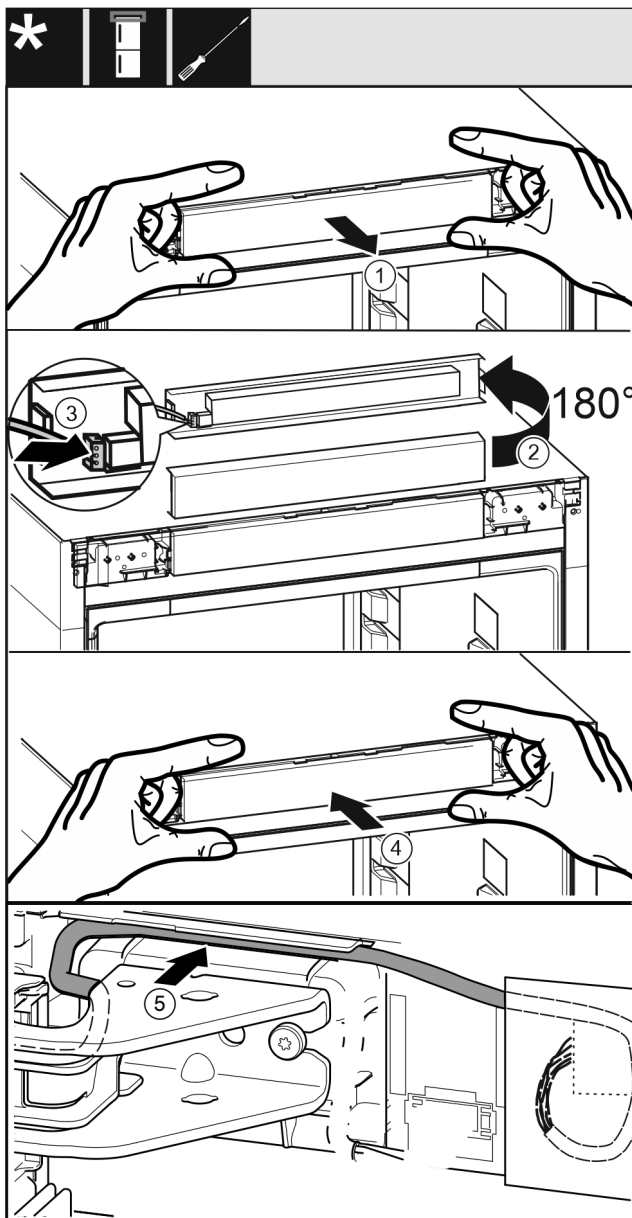

Fig. 43
- ▶ Bedienblende vorsichtig herausnehmen. Fig. 43 (1)
- ▶ Blende um 180° nach oben drehen. Fig. 43 (2)
- ▶ Stecker an der Bedienteilblende einrasten. Fig. 43 (3)
- ▶ Bedienblende wieder am Gerät einrasten. Fig. 43 (4)
- ▶ Graues Kabel vorsichtig in der Führung über dem oberen Lagerbock verlegen. Fig. 43 (5)